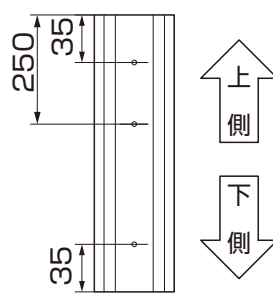

図1-2 T-12柱スリーブ材
- T-12柱スリーブ材には上下の区別があります。(図1-2参照)